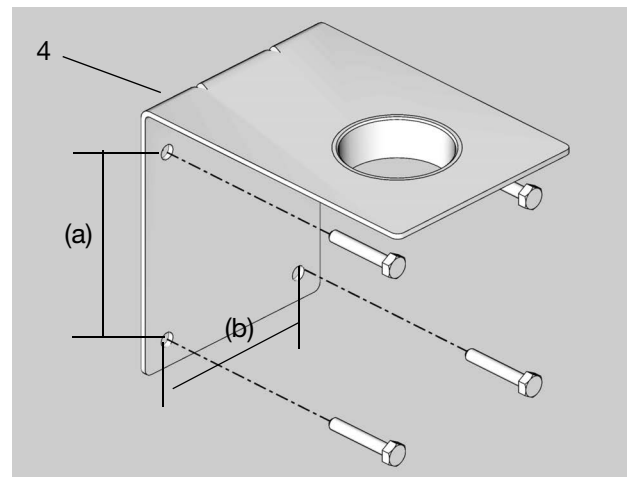

FIG. 5
1. Utilizzare la staffa a parete (4) come modello, quindi segnare e praticare i relativi fori nella parete (FIG. 5).
2. Utilizzando 4 viti (fornite dall'utente) abbastanza lunghe da fissare saldamente la staffa e la pompa alla parete, installare la staffa (4) sulla parete (FIG. 5).